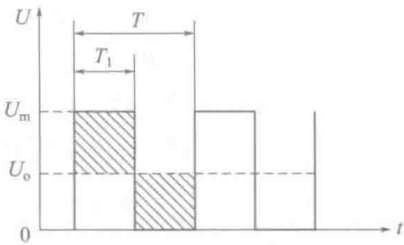

图 1-4 调宽式开关稳压电源的基本原理示意图
(2) 开关式稳压电源工作原理 开关式稳压电源主要分为调频式和调宽式两种，图 1-4 所示为调宽式开关稳压电源的基本原理示意图。对于单极性矩形脉冲来说，其直流平均电压 U_o 。取决于矩形脉冲的宽度，脉冲越宽，其直流平均电压值就越高。直流平均电压 U_o 。可由公式计算：